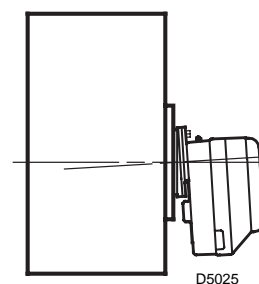

Fig. 5
- Ouvrir la plaque de la chaudière, insérer le gueulard (6) sur le gueulard (7) du brûleur et le fixer avec l'écrou (8).
- Lorsque le montage est terminé, vérifier que le brûleur soit légèrement incliné comme en figure 5.